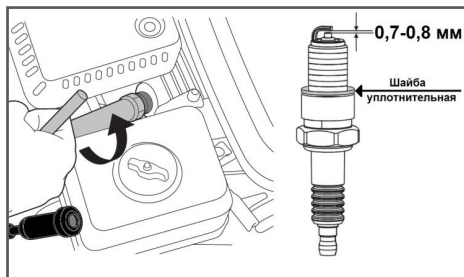

Рис. 29 Обслуживание свечи зажигания
- Снимите со свечи зажигания колпачок высоковольтного провода и удалите грязь вокруг свечи зажигания (Рис. 29).
- Измерьте зазор между электродами свечи зажигания специальным щупом. Зазор должен быть 0,7-0,8 мм (Рис. 29). При увеличении, или уменьшении требуемого зазора, рекомендуется заменить свечу, так как регулировка зазора может привести к изменению качества искрообразования.